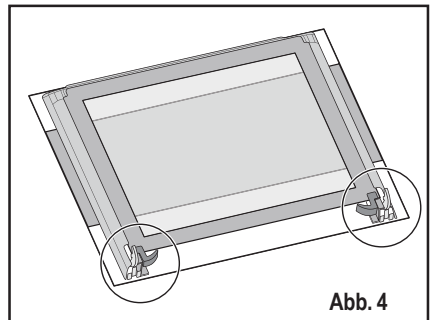

Abb. 4
6. legen Sie die Tür auf festem Boden ab (Abb. 4) und schützen Sie die Oberfläche des Griffs mit einem weichen Tuch.